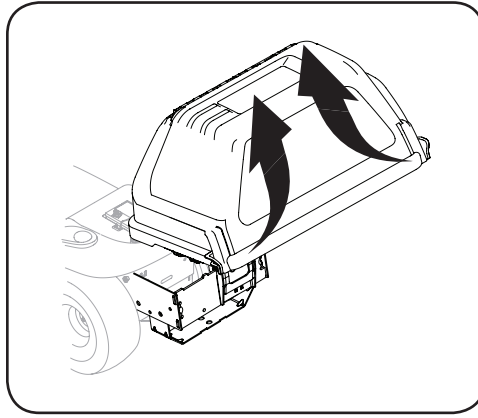

Figura 4-17
7. Abra la cubierta de la embolsadora oprimiendo las lengüetas y levantando la cubierta de la embolsadora superior. Consulte la Figura 4-17.